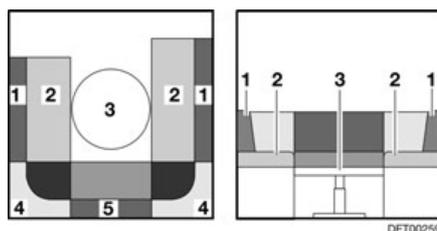

Fig. 83 Pendant la transformation
- Retirer les coussins de dossier (Fig. 83,1, 4 et 5).
- Placer le coussin supplémentaire (Fig. 84,6) entre les coussins d'assise (Fig. 84,2) sur la table (Fig. 83,3).